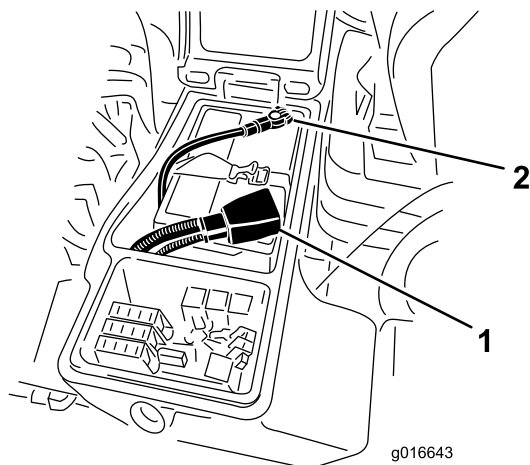

Figura 61
5. Conecte el cable positivo (rojo) al borne positivo (+) y el cable negativo (negro) al borne negativo (-) de la batería (Figura 61).